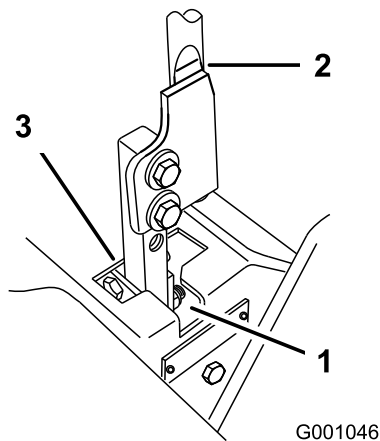

Bild 70
5. Schieben Sie den Hebel in die Neutral-Stellung (nicht arretiert) (Bild 70).
6. Ziehen Sie den Hebel zurück, bis der Lastösenbolzen (am Arm unter dem Gelenkschaft) das Schlitzende berührt (und soeben Druck auf die Feder ausübt) (Bild 70).
7. Prüfen Sie, dass der Fahrtriebshebel relativ zur Kerbe im Armaturenbrett ist (Bild 70). Er sollte zentriert sein, sodass der Hebel nach außen in die arretierte Neutralstellung gedreht werden kann.